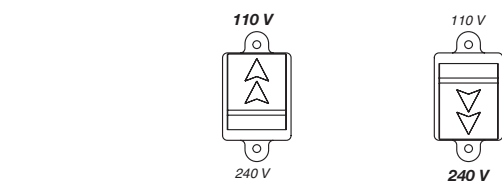

Fig.1
**Per modelli "DV" controllare che il coperchio (Fig. 1), del tasto di selezione della tensione di alimentazione, sia orientato con frecce indicanti il valore di tensione desiderato.**